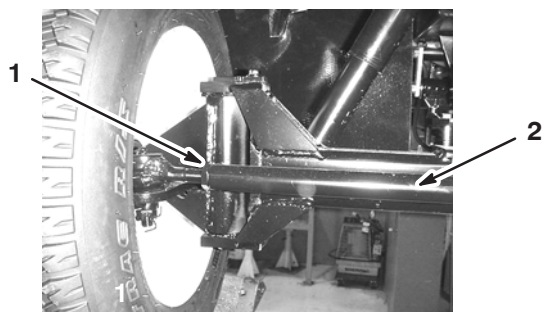

Figure 51
3. Si les mesures sont hors spécifications, desserrez les écrous de blocage aux deux extrémités de la biellette (Fig. 51).